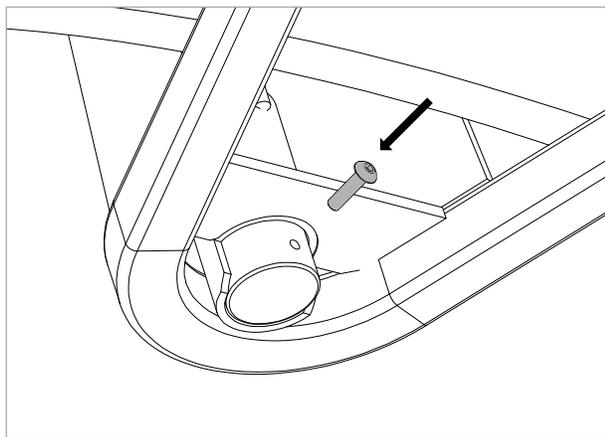

Figure 7.8.
8. Installez la vis M5 x 20 mm dans le trou fileté de la potence comme illustré à la Figure 7.8 et serrez avec une clé Allen de 4 mm.